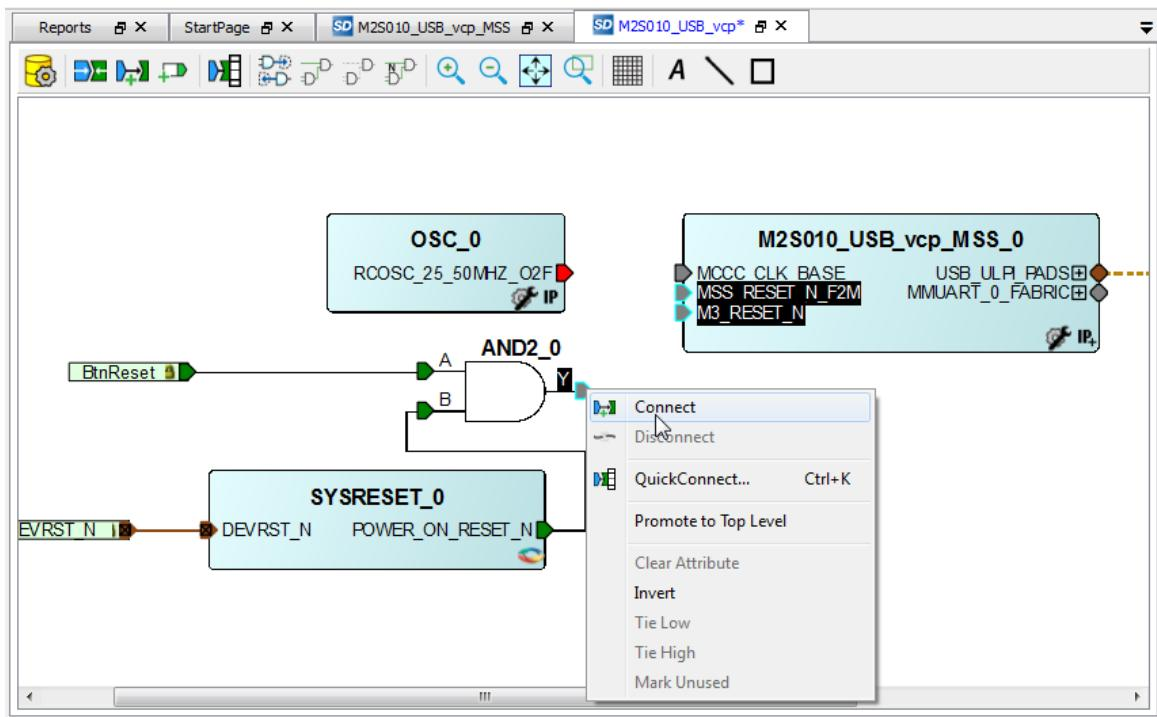

Рис. 20.
- 1) При нажатой клавише <Ctrl> левой кнопкой мыши выделить два или более соединяемых общей цепью контактов, щелкнуть правой кнопкой мыши на одном из контактов и в появившемся меню выбрать Connect (рис. 20);